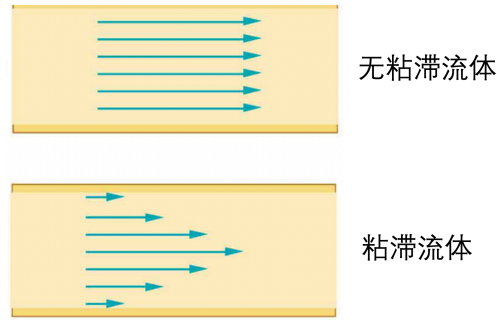

图 19. 水平圆管中的流速分布
4. 哈根-泊肃叶定律 (Hagen-Poiseuille's law) 根据伯努利原理，理想流体不需要压力即可流过均匀的水平管道。但是由于流体的粘滞效应，流体在管道中流动时会收到管壁的粘滞力的拖拽（图 19），因此需要提供一定压力差。泊肃叶定理描述了充分长的圆形管道中不可压缩流体的流量与管道两端压力差之间的关系，